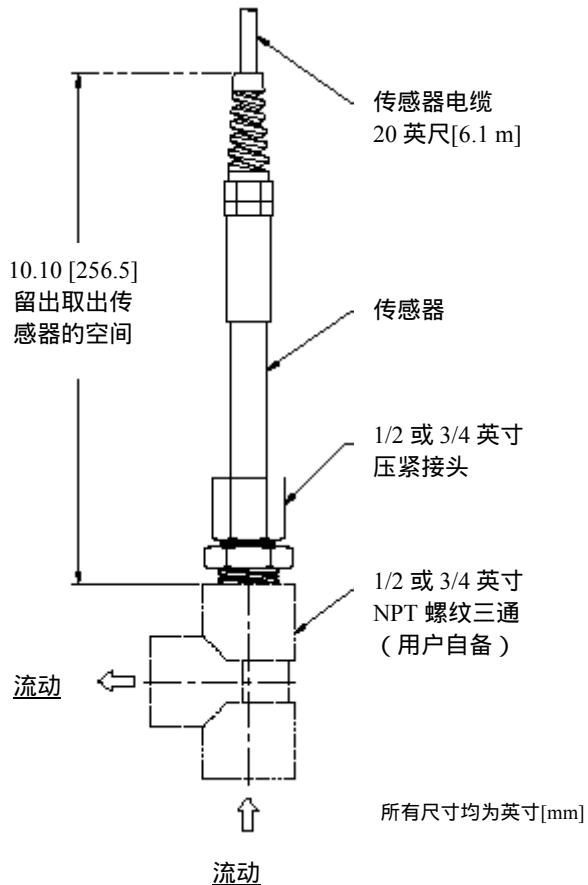

图 2-2 插入式安装详图
| 图 2-2 | 插入式安装详图         | 4  |
- 将传感器插入到管道流体中,以使过程液体可以直接流入到传感器的尾部 (如图 2-2)。